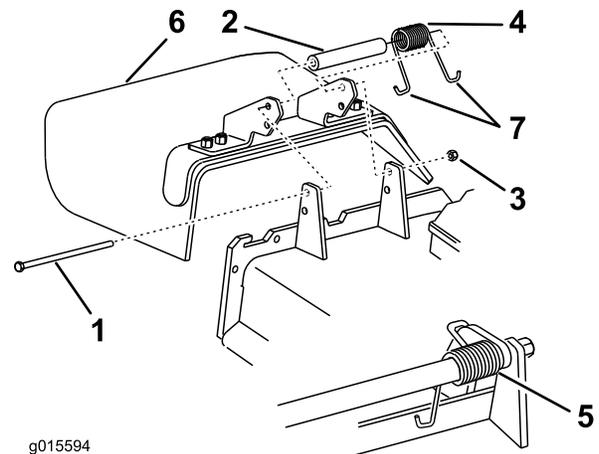

Figure 107
1. Retirez le contre-écrou, le boulon, le ressort et l'entretoise qui fixent le déflecteur aux supports de pivot (Figure 107). Enlevez le déflecteur s'il est endommagé ou usé.
**Remarque:** Prenez soin de placer une extrémité en **J** du ressort derrière le bord du tablier avant de mettre le boulon en place, comme illustré à la Figure 107.
3. Remettez le boulon et l'écrou. Accrochez une extrémité en **J** du ressort au déflecteur d'herbe (Figure 107).